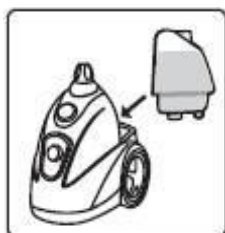

fig.12
3. Rimettere il tappo e ricollocare il serbatoio dell'acqua sulla base. (fig.12)